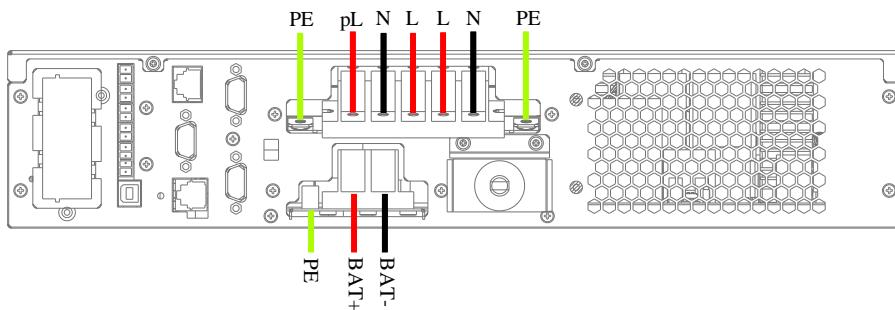

图2-18 接线示意图
3. 将输入火线、输入中线和输入地线穿过接线盒上盖的过线孔，然后分别连接到 UPS 输入输出端子排上的输入火线端子（L）、输入中线端子（N）和输入地线端子（PE）上，并拧紧固定螺钉。如图 2-18 所示。
4. 如图 2-18 所示，将输出火线、输出中线和输出地线穿过接线盒上盖的过线孔，然后分别连接到 UPS 输入输出端子排上的输出火线端子（L）、输出中线端子（N）和输出地线端子（PE）上，并拧紧固定螺钉。
5. 如图 2-18 所示，将电池正线、电池负线和地线穿过接线盒上盖的过线孔，然后分别连接到 UPS 输入输出端子排上的电池正（BAT+）、电池负（BAT-）和电池地线端子（PE）上，并拧紧固定螺钉。